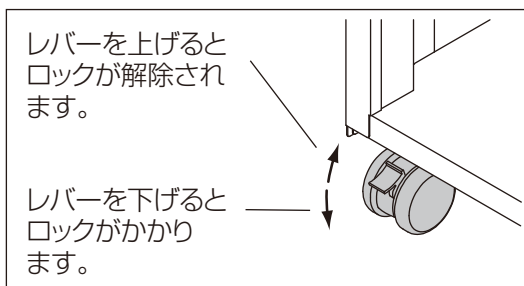

図5 キャスター拡大図
…機械底面に4個取り付けられており、前部の2個はロック付です。機械を移動するときには、キャスターのレバーを上げてロックを解除してください。機械を使用する場合は、レバーを下げてキャスターをロックしてください。 図5 参照
1. キャスター⑦のレバーを下げて、ロックしてください。 P7 図5 参照